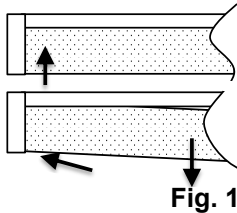

Fig. 1
2. Faites glisser le diffuseur (2) à l'intérieur de la plaque de montage (1) et appuyez sur une extrémité du diffuseur afin de le faire pénétrer dans l'embout du luminaire. Retirez délicatement le diffuseur de la plaque de montage. *À noter : le diffuseur est très fragile. (Fig.1)*